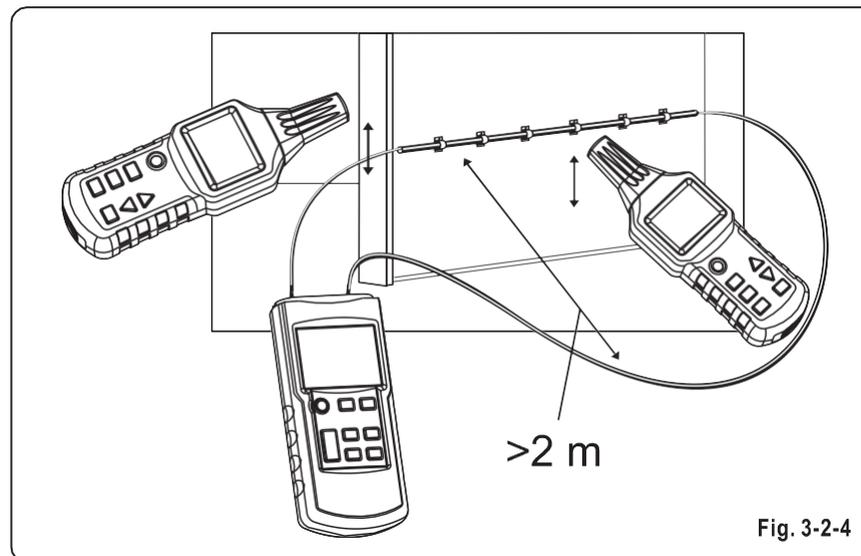

Fig. 3-2-4
- Collegare il trasmettitore nel modo mostrato in Fig.3-2-4;